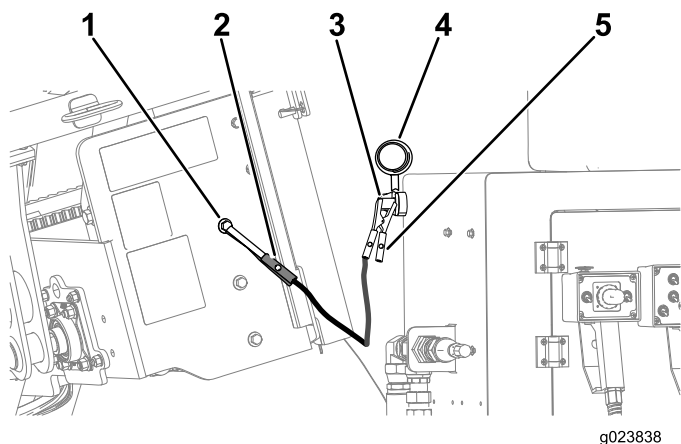

Figura 98
6. Retire la tapa del borne de la batería (Figura 98).
7. Conecte el cable positivo (+) al borne auxiliar (Figura 98).
8. Conecte el cable puente negativo (-) a una conexión de tierra, por ejemplo un perno o un travesaño del bastidor sin pintar (Figura 98).
10. Cuando el motor arranque, la otra persona debe desconectar el cable puente negativo (-) del bastidor, y luego desconectar el cable puente positivo (+) (Figura 98).